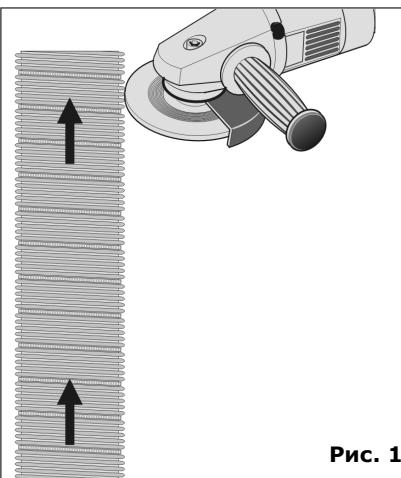

Рис. 1
9.	Отрежьте необходимый отрезок облицовки при помощи пилы или отрезного устройства (см. рис. 1). Зашлифуйте неровности края облицовки. Облицовка не должна колоться или иметь поврежденный край. Помните, что край облицовки должен быть обработан должным образом.